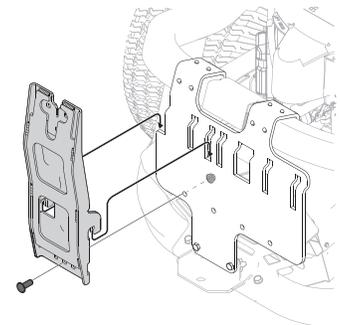

Figure 7
2. Installez le support de fixation vertical sur la plaque de fixation du tracteur en l'accrochant sur l'ensemble de fixation comme montré à la Figure 7.
3. Fixez le support de fixation droit à l'ensemble de montage à l'aide d'un boulon à tête hexagonale (710-0276) et d'un contre-écrou d'épaulement (712-04063) provenant de la trousse de matériel 689-01419. Reportez-vous à la Figure 7.